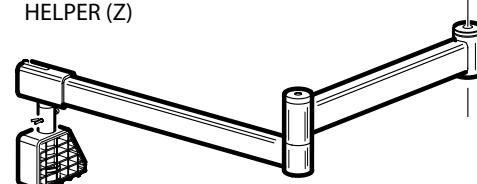

fig.11
For fitting the additional Helper (Z) arm on the Tecnohelp "S", proceed as indicated on fig.11:
- Assemble the bush of the Helper (Z) arm with the supplied screw and washer on the pin (N) of Tecnohelp "S".
Pour monter le bras supplémentaire Helper (Z) sur le Tecnohelp "S", procéder comme indiqué dans la figure 11:
- Emboîter la douille du bras Helper (Z) par la vis et la rondelle en dotation, sur l'axe (N) du Tecnohelp "S".
Um den zusätzlichen Helper-Arm (Z) am Tecnohelp "S" einzubauen, laut Abb. 11 vorgehen:
- Verkeilen Sie die Buchse des Helper-Arm (Z) mit der gelieferten Schraube und Scheibe am Stift (N) des Tecnohelp "S".